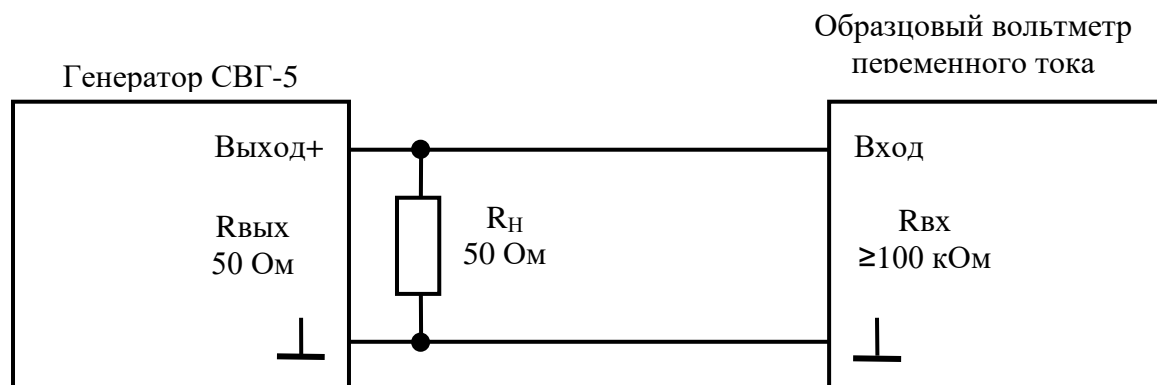

Рис.2. Структурная схема для определения погрешности установки выходного напряжения генератора при включенном типе выхода «S».
5.1.1. Соберите схему для определения погрешности установки выходного напряжения генератора (рис.2 для типа входа «S» или рис.3 для типа входа «D»).